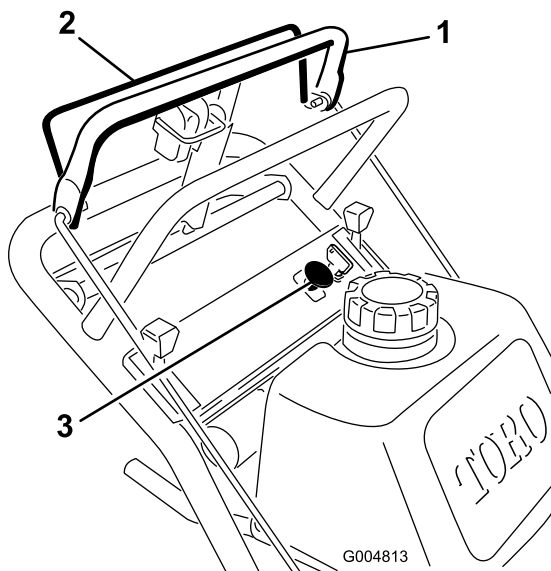

Figura 9
1. Rilasciate la barra di comando superiore per arrestare la macchina (Figura 9).
2. Per attivare la lame, schiacciate la stegola di comando delle lame contro la barra di comando superiore (Figura 9).
Rilasciate la stegola di comando per arrestare le lame del tosaerba (Figura 9).